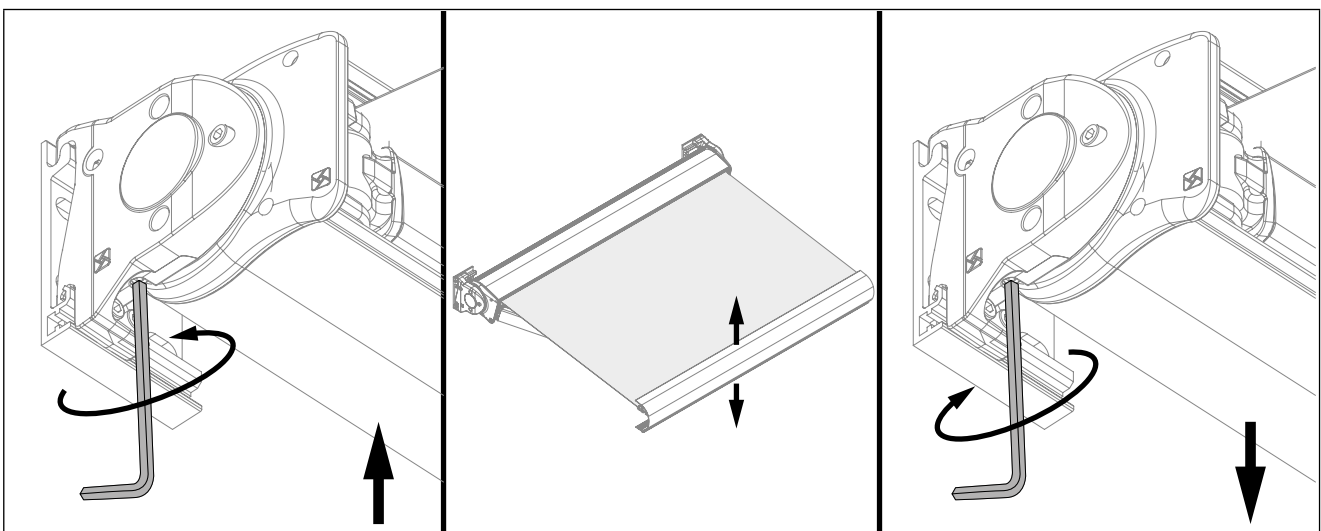
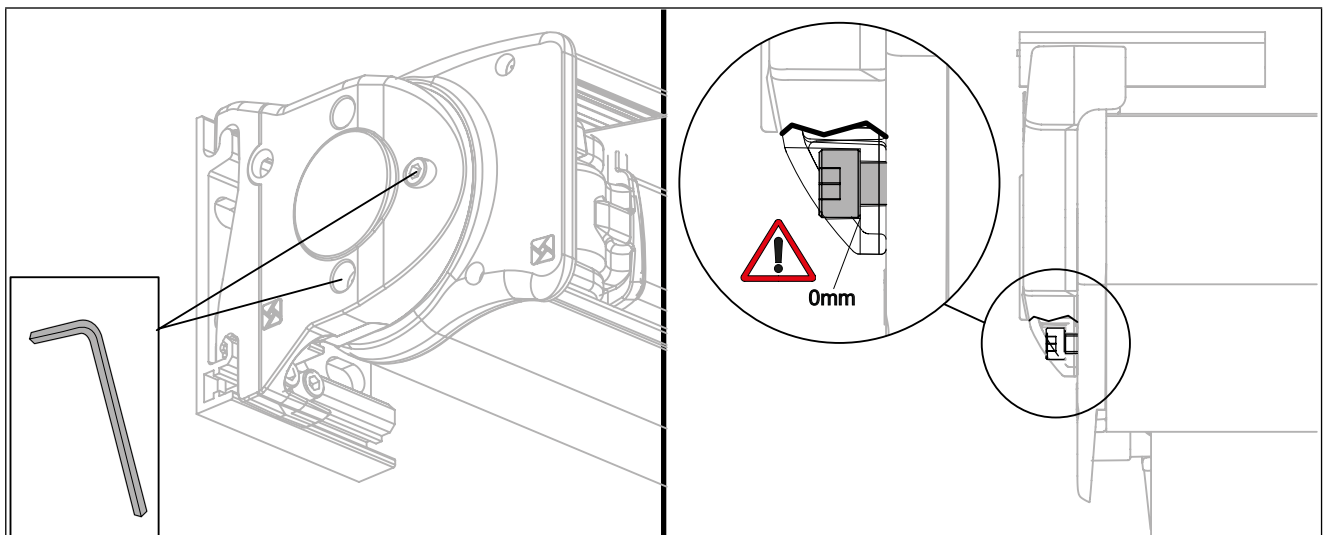

Fig. 13
Fig. 15
A) See "Fig. 13" Pag. 15; B) "Fig. 15" Pag. 16.